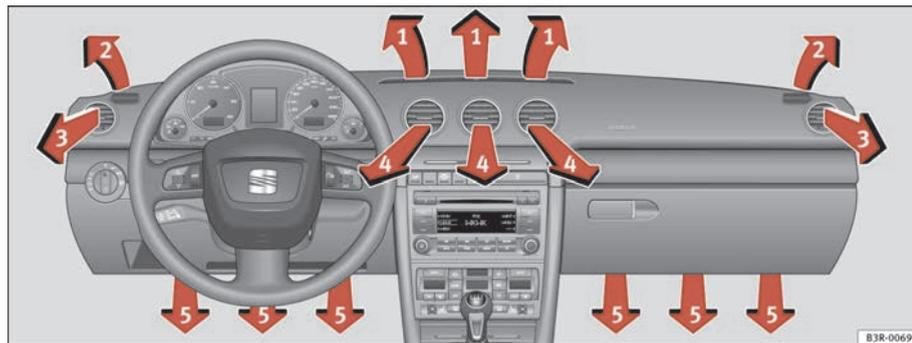

Fig. 143 Tableau de bord : agencement des diffuseurs d'air
Les diffuseurs d'air ⇒ fig. 143 ③ et ④ fonctionnent comme suit :
Les trois touches permettent d'opérer les réglages énumérés ci-dessous. Les chiffres se rapportent aux diffuseurs d'air ⇒ page 174, fig. 143.
Le moteur de la soufflante est alimenté en courant solaire provenant du toit solaire, lorsque vous coupez le contact d'allumage. Veillez à ce que les diffuseurs 3 et 4 soient ouverts ⇒ page 174, fig. 143 afin d'obtenir une ventilation optimale.